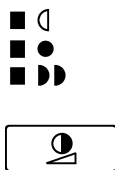

图 5-19 用【图像浓度】键调整图像浓度
① 制作版纸之前使用【图像浓度】键调整图像浓度，如图 5-19 所示。